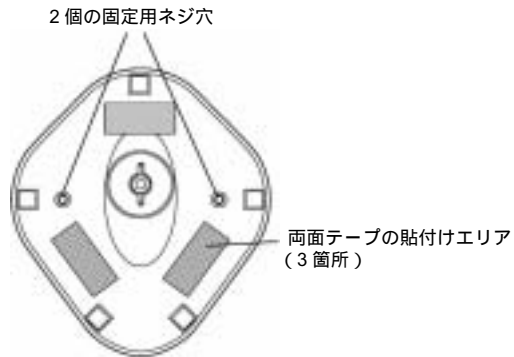

図 2-6. スタンドの設置
2. 10 番の木ネジをそれぞれの固定用ネジ穴に入れ、スタンドの台座が固定されるまで締めつけます（図 2-6 参照）。
2. それぞれの両面テープのはく離紙をはがし、スタンドを表面が平らな場所に押しつけて固定します（図 2-6 参照）。